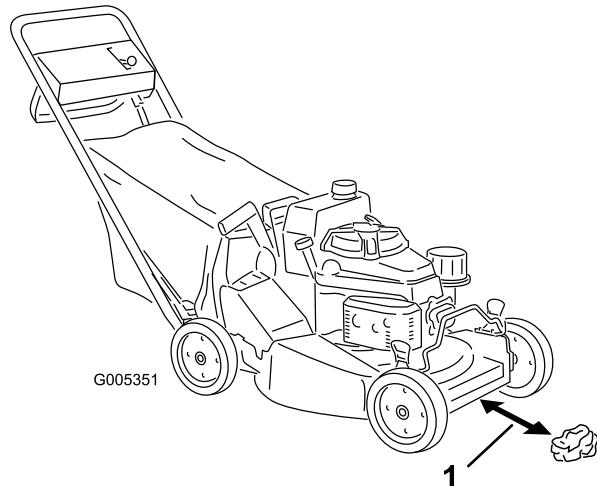
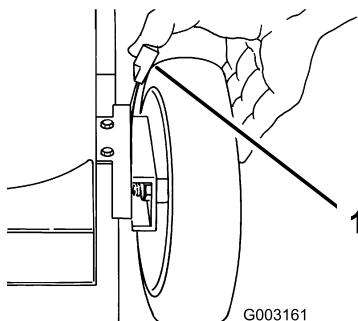

Figura 16
Figura 21
Nota: Usted puede variar la velocidad sobre el terreno aumentando o reduciendo la distancia entre la barra de control y el manillar. Baje la barra de control para ralentizar el cortacésped al girar, o si el cortacésped avanza demasiado rápido para usted. Si usted baja demasiado la barra de control, la autopropulsión del cortacésped se detiene. Apriete la barra de control más cerca del manillar para aumentar la velocidad sobre el terreno. Cuando usted sujeta la barra de control contra el manillar, el cortacésped avanza a la velocidad máxima sobre el terreno. Mueva el control de velocidad sobre el terreno a la posición de Punto muerto (N). Tome media página de periódico y haga una bola con ella que sea lo suficientemente pequeña como para pasar por debajo de la plataforma (unas 76 mm o 3 pulg. de diámetro), según muestra Figura 16.
3. Ajuste las cuatro ruedas a la altura de corte de 64 mm (2-1/2 pulg.) (Figura 21).
4. Mueva el control de velocidad sobre el terreno a la posición de Punto muerto (N).
5. Tome media página de periódico y haga una bola con ella que sea lo suficientemente pequeña como para pasar por debajo de la plataforma (unas 76 mm o 3 pulg. de diámetro), según muestra Figura 16.
6. Coloque la bola de papel de periódico a unas 13 cm (5 pulg.) por delante del cortacésped (Figura 16).
- A. Coloque la bola de papel de periódico a unas 13 cm (5 pulg.) por delante del cortacésped (Figura 16).
1. Tire de la palanca de ajuste de la altura de la rueda hacia la rueda (Figura 21) y muévala a la posición deseada.